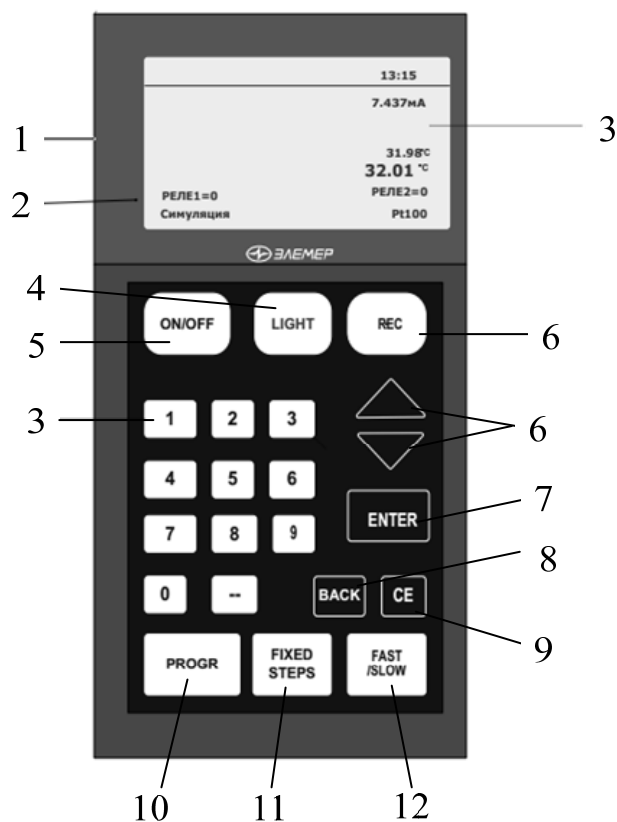

Рис. 2. Устройство мембранного тягомера:
Вид лицевой панели калибратора ИКСУ-260L показан на рис. 2.
2. Включить калибратор нажатием кнопки 5 (рис. 2).
3. Нажать кнопку 8 (рис. 2) для входа в Главное меню.
4. В Главном меню войти в режим *Измерения*, выбрать пункт *ТС* для работы с термопреобразователями сопротивления или *ТТ* для работы с термоэлектрическими преобразователями и нажать кнопку 7 (рис. 2).